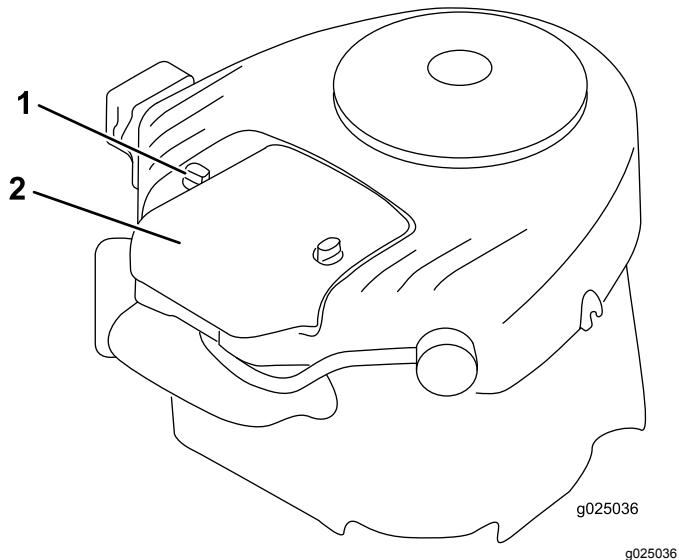

Figura 22
2. Svitate le manopole e togliete il coperchio del filtro dell'aria (Figura 22).
2. Montate il coperchio del filtro dell'aria e le manopole (Figura 22).